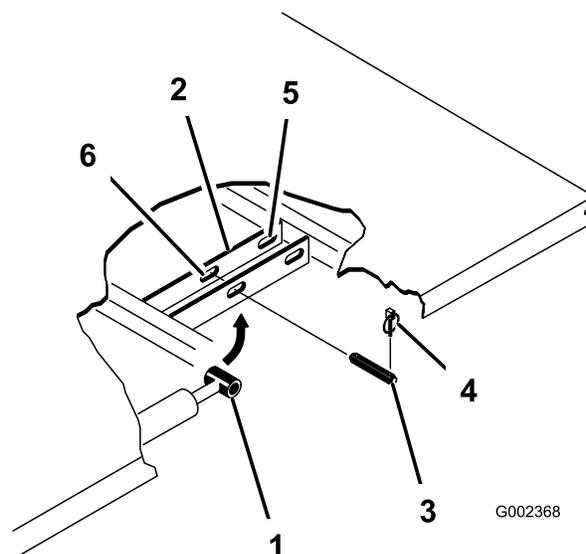

Рисунок 34
4. Снимите шплинтуемые штифты, крепящие концы штоков гидроцилиндров к монтажным плитам кузова, протолкнув штифты внутрь (Рисунок 34).
5. Выньте шплинтуемые шплинты, которые крепят шарнирные кронштейны к швеллерам рамы (Рисунок 34).
3. Удалите шплинты из наружных концов шплинтуемых штифтов на штоках гидроцилиндров (Рисунок 34).